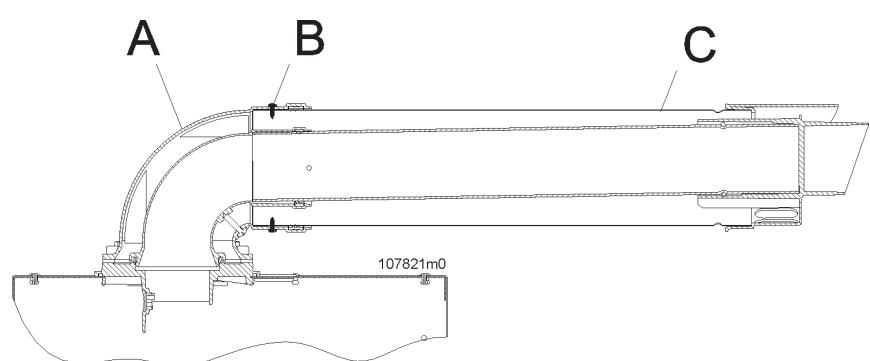

Figura 5-38 - Corretta installazione del condotto coassiale
**ATTENZIONE!!! Seguire scrupolosamente le fasi di installazione del condotto coassiale come illustrato in Figura 5-38:**
- 1.-inserire il condotto coassiale "C" all'interno della curva "A" (Figura 5-38);
- 2.-6.- fissare il condotto esterno con le viti autofilettanti "B" in acciaio inox (Figura 5-38).